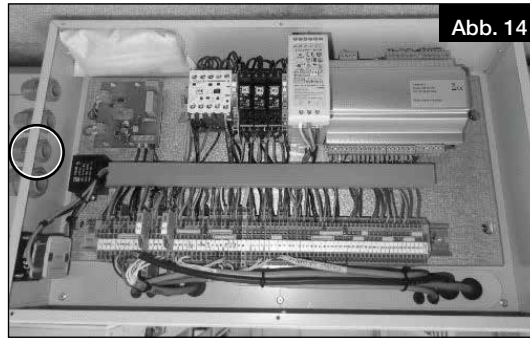

Abb. 14
2. Markierte Kabelverschraubung lösen und Leitung durchführen (s. Abb. 14).